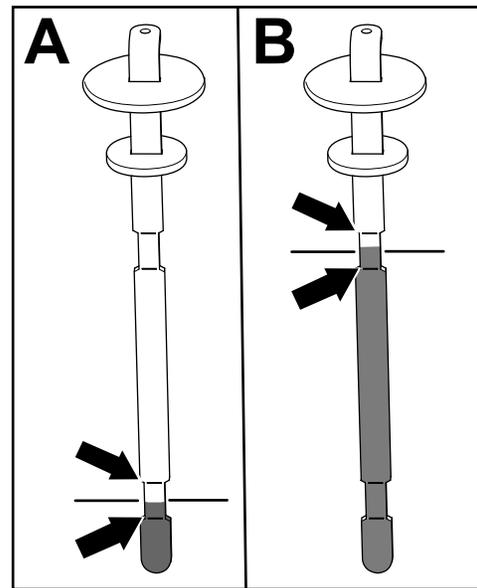

图 84
5. 取出量油尺并检查液压油位图 84。
- 如果配备了滚刀组当液压油出现在量油尺下面的 2 个标记之间时表明液压油油位处于适当的位置图 84 中的 A。油位高于下标记也是可以接受的。
- 如果配备了液压驱动附件软管套件当液压油出现在量油尺上面的 2 个标记之间时表明液压油油位处于适当的位置图 84 中的 B。